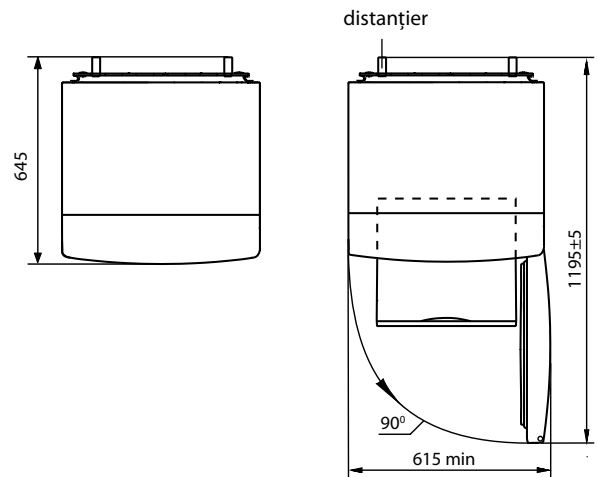

Figura 2 – Frigider (vedere de sus)
1.4 Spațiul total necesar pentru funcționarea frigiderului se determină de dimensiunile, indicate în milimetri în figura 2. Pentru extragerea liberă a componentelor din frigider este necesar de deschis ușa la unghiul nu mai mic de 90°. Pentru a evita deteriorarea, ușile nu trebuie lăsate să se deschidă mai mult de 180°.